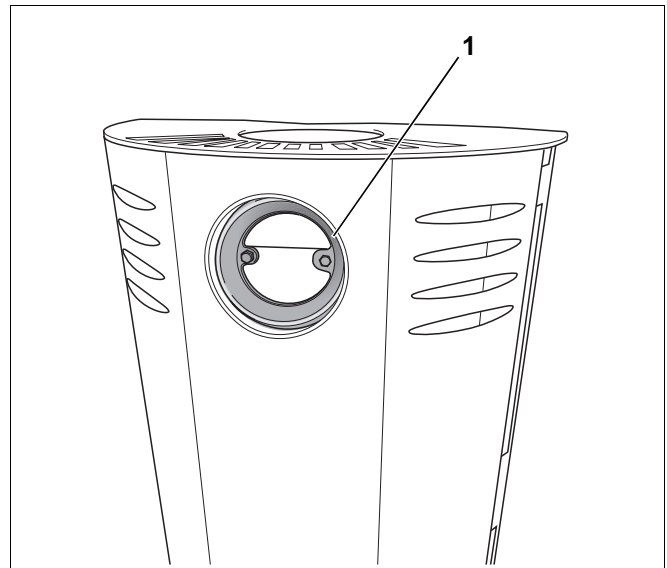

Abb. 11 Abgasanschluss Rückseite – Abgasstutzen
- Abgasstutzen am Abgasanschluss Rückseite montieren (Abb. 11, **Pos. 1**).